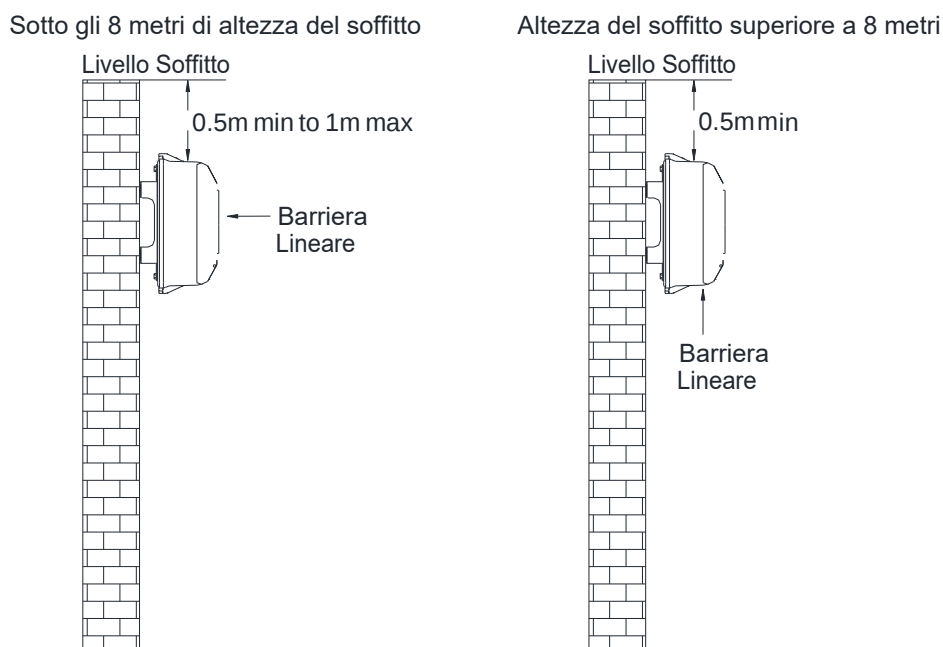

Figura 3: Dettagli Installazione
1. Se l'altezza del soffitto è inferiore a 8 metri, il rivelatore di raggi deve essere installato da 0,5 metri a 1 metro sotto il livello del soffitto. Fare riferimento alla Figura 3.
2. Se l'altezza del soffitto è superiore a 8 metri, il rivelatore di raggi deve essere installato almeno a 0,5 metri sotto il soffitto superiore. Fare riferimento alla Figura 3.